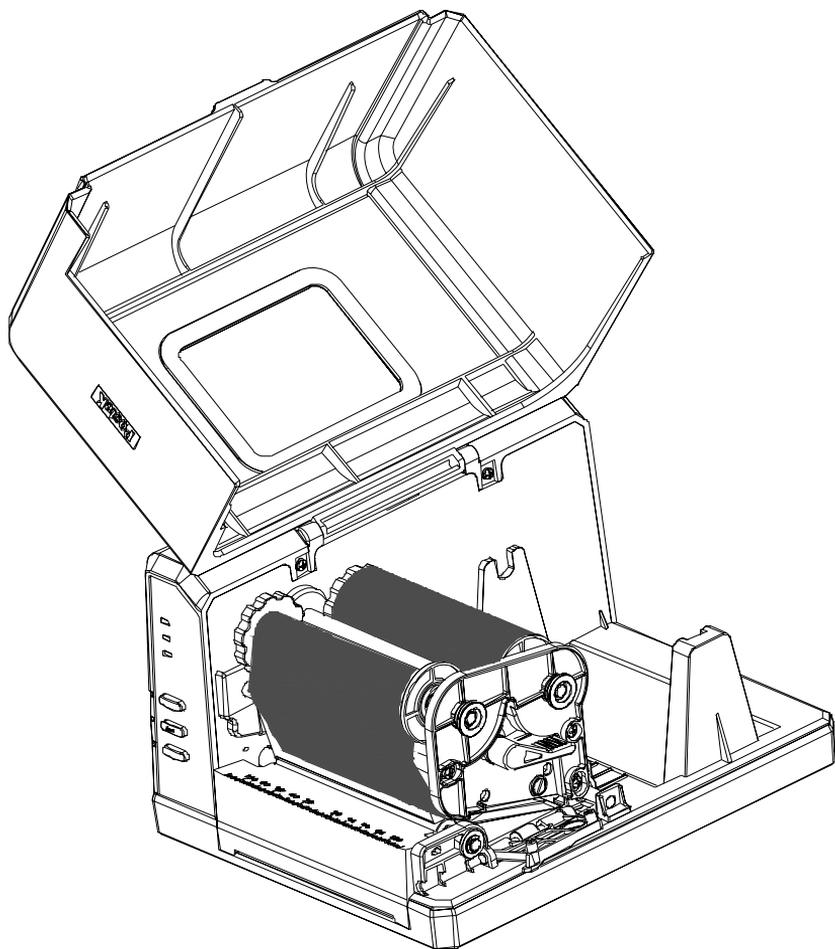

图 5-3
3. 按碳带路径图将碳带穿过打印头下方，并将空卷芯卡入碳带回收端(图 5-3)；